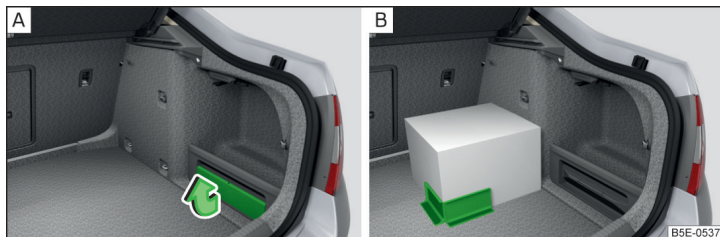

Fig. 116 Retirar el elemento Cargo / Ejemplo de fijación de la carga
- Antes del uso, retirar el elemento Cargo en el sentido de la flecha » fig. 116 - **A**.
- Fijar la carga por medio del elemento de cargo si es posible cerca de los asientos traseros » fig. 116 - **B**.